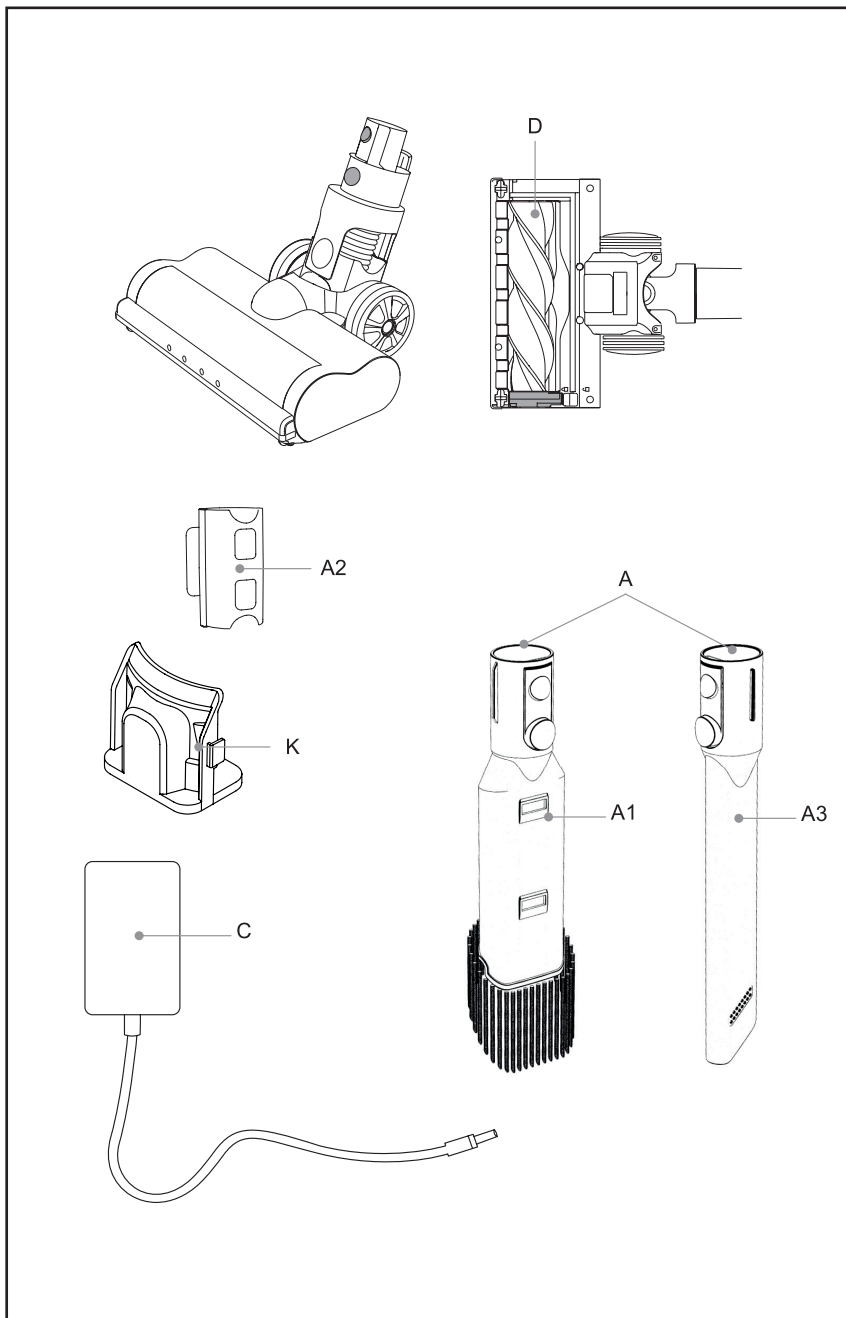

Fig. 1
- El aspirador de mano está diseñado de tal forma que permite la inserción de los siguientes accesorios: (use la combinación que más se ajuste a sus necesidades). (Fig.1).